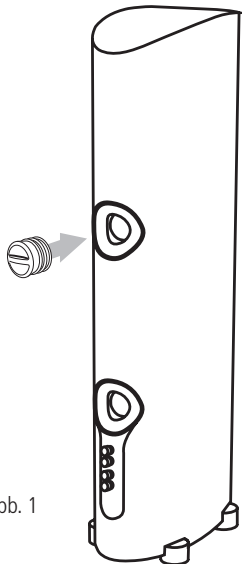

Figure 1 / Figura 1 / Abb. 1
(EN) Port Cover (Figure 1)
(FR) Couvercle d'évent (Figure 1)
DE Port-Abdeckung (Abb. 1)